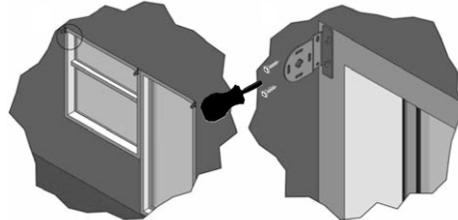

Рис.7. Установка кронштейнов для DOUBLE AMG
1. Разметить предполагаемые места установки кронштейнов, расстояние между которыми является шириной готового изделия. Место установки промежуточного кронштейна необходимо размечать таким образом, чтобы его наружная сторона оказалась на линии, до которой велись измерения при замере (Рис.7).
2. Прикрутить двумя саморезами (при необходимости использовать дюбели) каждый кронштейн, начиная с правого (Рис.7).